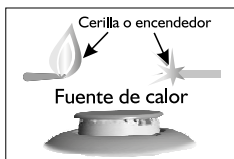

Figura 21.
- Presione la perilla y gírela en sentido contrario a las manecillas del reloj hasta la posición de flujo mínimo. Si el producto no posee encendido automático tenga lista la fuente de ignición (Cerilla, encendedor) y acérquela a la fuente de calor (**Ver figura 21**).